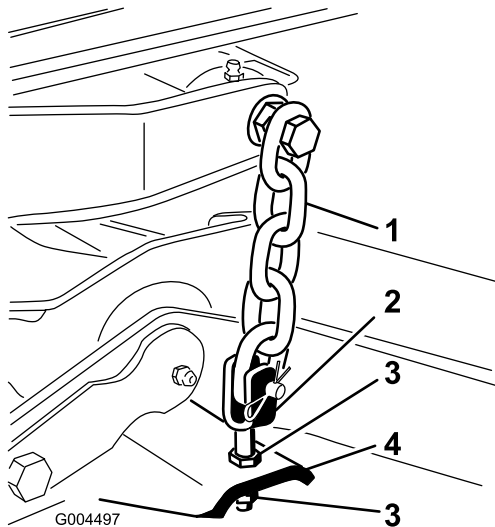

Bild 77
7. Stellen Sie die Klemmmuttern ein, mit denen die hinteren Mähwerkabeln bzw. -messer befestigt sind, um das Mähwerk hinten anzuheben, sodass die Messerneigung auf 8 mm eingestellt ist (Bild 77).